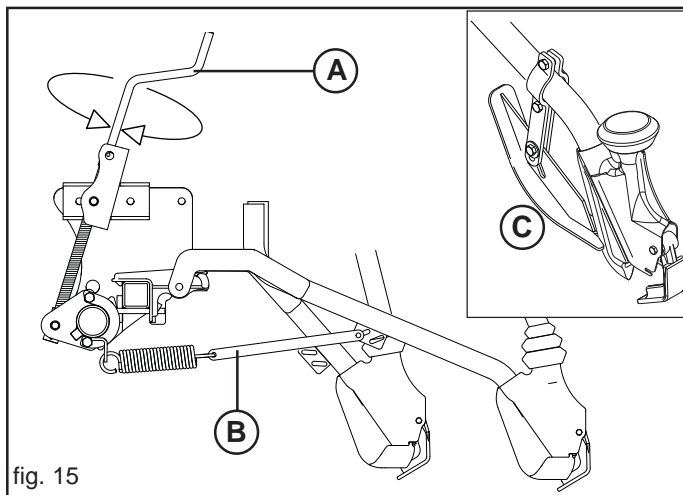

fig. 15
La profondità di semina viene regolata, contemporaneamente per tutti gli assolcatori, tramite una manovella (A, Fig. 15) che consente, se girata in senso antiorario, di esercitare per mezzo delle molle di trazione una maggiore pressione degli assolcatori sul terreno e quindi automaticamente una caduta più profonda del seme.
Si può ulteriormente regolare la pressione, singolarmente, cambiando la posizione del tirante (B Fig. 15).
**OPTIONAL:** Solo con assolcatori a sivaletto, la profondità viene determinata dal pattino limitatore (C, Fig. 15) variandone la posizione. **IMPORTANTE:** per semine in terreni umidi, ad una profondità superiore ai 5 cm, si consiglia di togliere il pattino limitatore